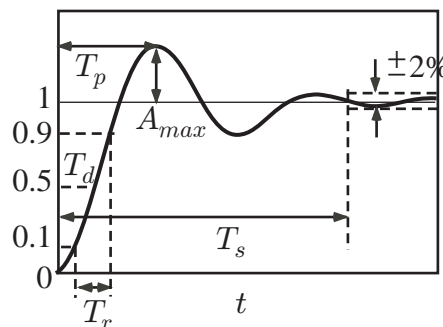

図 2: 立ち上がり時間
- (1) 直立位置からのずれが 1 [deg] 以内とする。
- (2) 台車の位置応答に関する立ち上がり時間を 1.5 [s] 以内とする。ここで、立ち上がり時間とは、図 2 の T_r を表し、応答が定常値の 10% から 90% になるまでに要する時間である。
- (3) 制御入力 V_m が飽和しない。 $-13 \leq V_m \leq 13$